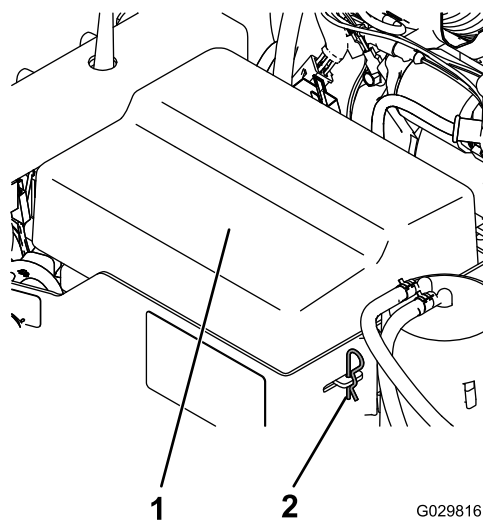

Figure 3
1. Retirez les 2 goupilles fendues qui fixent le couvercle de la batterie sur son boîtier, et déposez le couvercle (Figure 3).
- Placez le couvercle sur le bac de la batterie et fixez-le avec les 2 goupilles fendues (Figure 3).